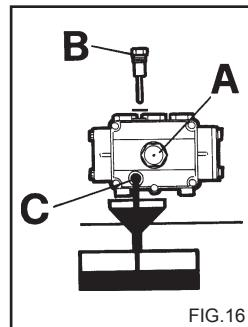

FIG.16
1) Skru opp drenesskruen på undersiden av pumpen (fig. 16 C).
2) Bruk peilepinnen til å skru av dekslet (fig. 16).